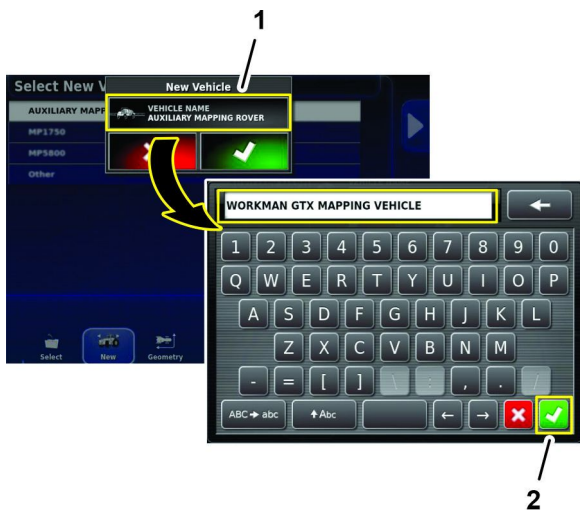

Figure 186
6. Dans la boîte de dialogue Nouveau véhicule, appuyez sur l'icône NOM DU VÉHICULE ; utilisez le clavier virtuel pour saisir un nom pour le véhicule de cartographie, puis appuyez sur l'icône de confirmation (Figure 186).